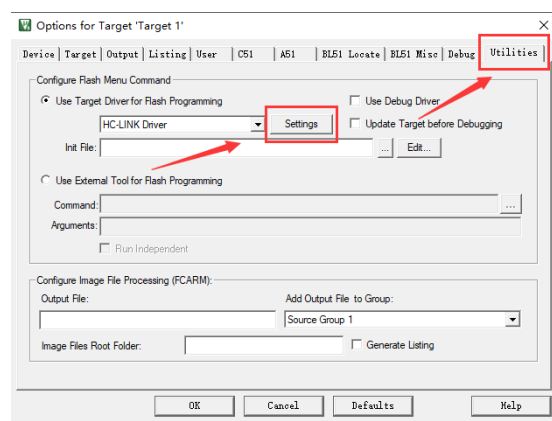

图 2-2
- 2、点击 Utilities 选项卡中的 Settings 选项。(如图 2-2)